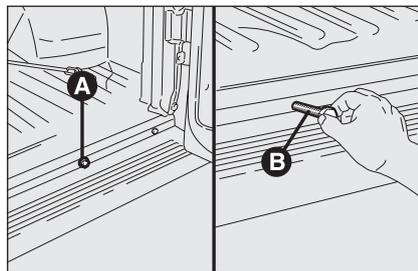
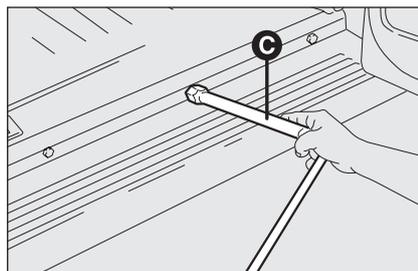
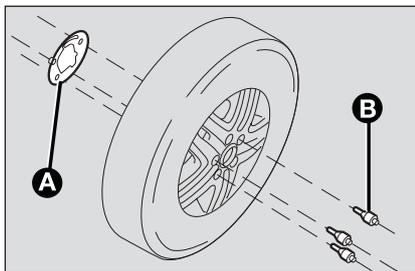

fig. 6
fig. 7
fig. 9c
- monter sur la jante la plaque prévue A-fig. 9c, en la fixant à l'aide des vis B-fig. 9c fournies et en se servant de la clé C- fig. 7;
- introduire la clé pour le démontage des roues C-fig. 7 sur la rallonge B-fig. 6 et la faire tourner dans le sens des aiguilles d'une montre pour permettre à la roue de secours de remonter.
- à 180° et enlever le bouchon du trou A-fig. 6 pour l'introduction de la rallonge B-fig. 6 et de la clé de manoeuvre C-fig. 7;
- introduire la rallonge B-fig. 6 dans le trou;
- introduire la clé démontage roues C-fig. 7 et tourner dans le sens inverse des aiguilles pour permettre la descente de la roue de secours;
- introduire la clé de démontage roues C-fig. 7 sur la rallonge B-fig. 6 et la tourner dans le sens des aiguilles pour permettre la montée de la roue de secours;
- extraire la rallonge B-fig. 6 et, avec la clé de démontage C-fig. 7, et les placer dans la boîte à outils;